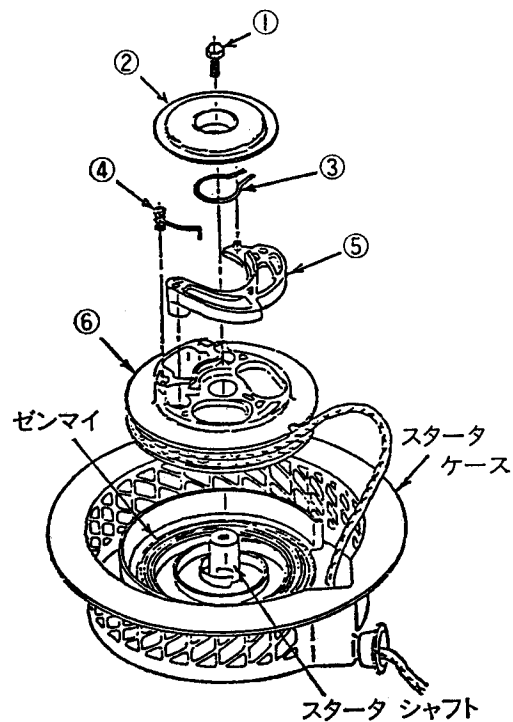

Fig 11-2
(3) 部品の取り外しは Fig 11-2 の番号の順に部品を取り外してください。
- ① 六角ボルト ② フリクションプレート
③ フリクションスプリング ④ リタンスプリング ⑤ ラチェット ⑥ リール
最後に部品を Fig 11-2 と逆の順に組込んでください。尚、フリクションスプリングにはグリスを塗布し六角ボルトは、しっかりと締付けてください。
尚、ゼンマイの収納方向を間違えぬようFig11-2を参照してください。